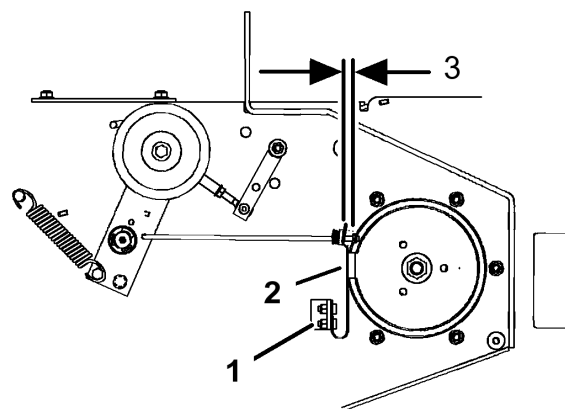

Figure 53
3. Le cas échéant, ajustez les boulons de fixation de ressort de sorte que la plaquette de frein de lame frotte contre les deux côtés de la gorge de la poulie (Figure 53).
4. Ajustez l'écrou à l'extrémité de la tige de frein jusqu'à ce que l'écrou et l'entretoise soient espacés de 3 à 5 mm (1/8 à 3/16") (Figure 53).